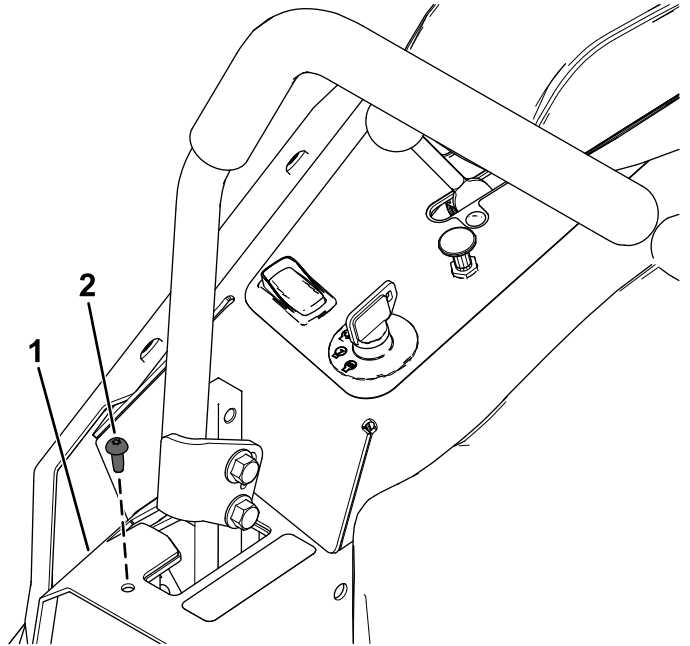

Figure 9
2. Retirez la vis autotaraudeuse sur la protection de la commande de déplacement droite (Figure 9).
- Mettez la vis autotaraudeuse retirez précédemment sur la protection de la commande de déplacement droite (Figure 9).